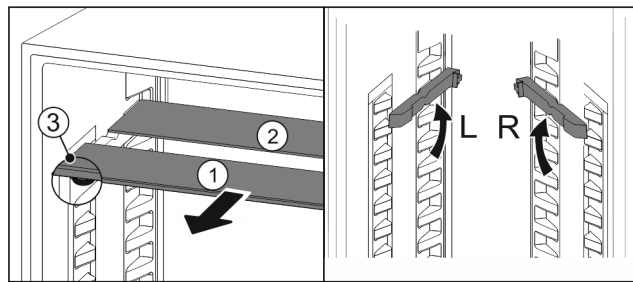

Fig. 24
- ▶ Wyciągnąć Fig. 24 (1) pojedynczo półki szklane do przodu.
- ▷ Płyta szklana Fig. 24 (1) z listwą ozdobną znajduje się z przodu.
- ▷ Stopery Fig. 24 (3) wskazują w dół.